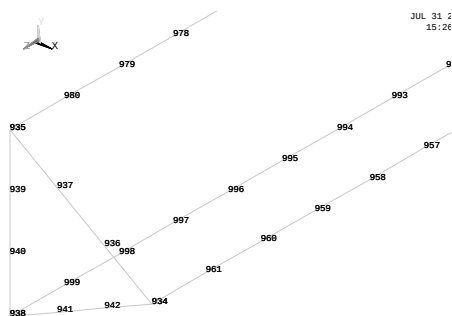
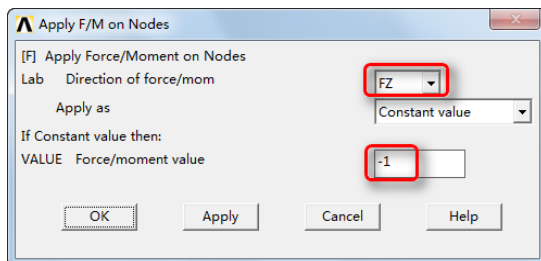
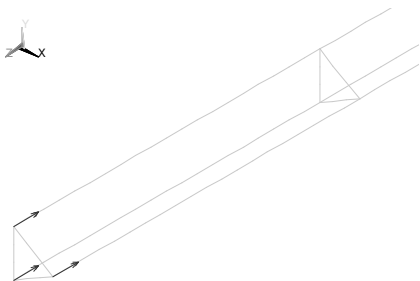

图 15-27 节点编号显示模型
图 15-28 Apply F/M on Nodes 对话框
图 15-29 施加位载荷
⑤ 施加载荷：Main Menu > Solution > Define Loads > Apply > Structural > Force/Moment > On Nodes，弹出“Apply F/M on Nodes”拾取菜单。用鼠标单击拾取三角框架顶部的 3 个节点（编号为 946, 947, 950，如图 15-27 所示），单击“OK”按钮，弹出“Apply F/M on Nodes”对话框，如图 15-28 所示。在“Lab Direction of force/mom”后面的下拉列表中选择“FZ”，在“VALUE Force/moment value”后面输入-1，单击“OK”按钮。屏幕显示如图 15-29 所示。